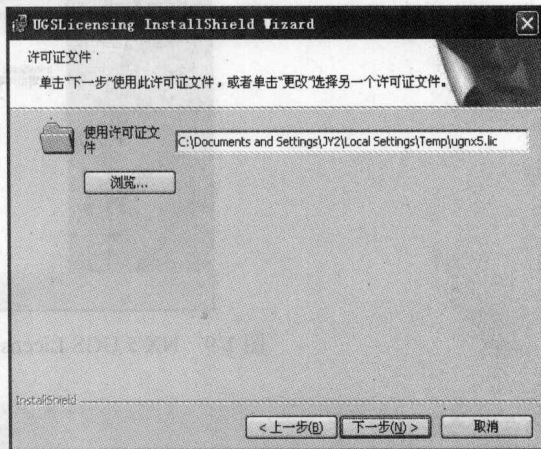

图 1-6 许可证文件界面
(8) 单击 **下一步(N) >** 按钮进入许可证文件界面, 如图 1-6 所示。